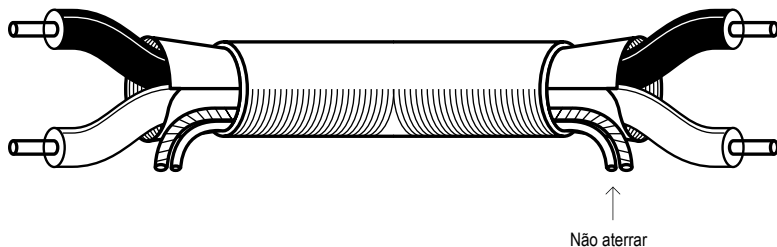

Figura 3.3.1.1 - Instrução sobre o isolamento da malha
- Para a fiação, recomenda-se a utilização de cabo blindado com seção entre 0,75 mm² e 1,5 mm² com malha de cobre onde deve-se aterrar somente uma das pontas da blindagem. A Figura 3.3.1 apresenta instruções sobre o isolamento da malha.